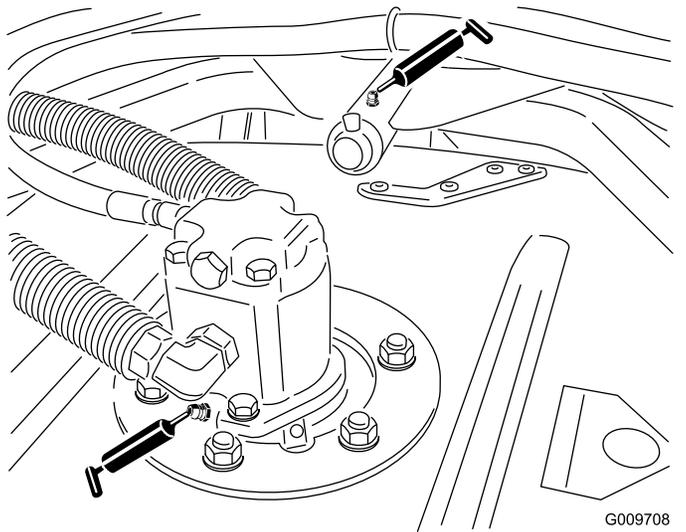

図 79
- 図 79に示す、スピンドルシャフトのベアリングカッティングユニット 1 台に 2ヶ所
- 図 79に示す、刈り込みデッキのキャリアアームのブッシュカッティングユニット 1 台に 1ヶ所